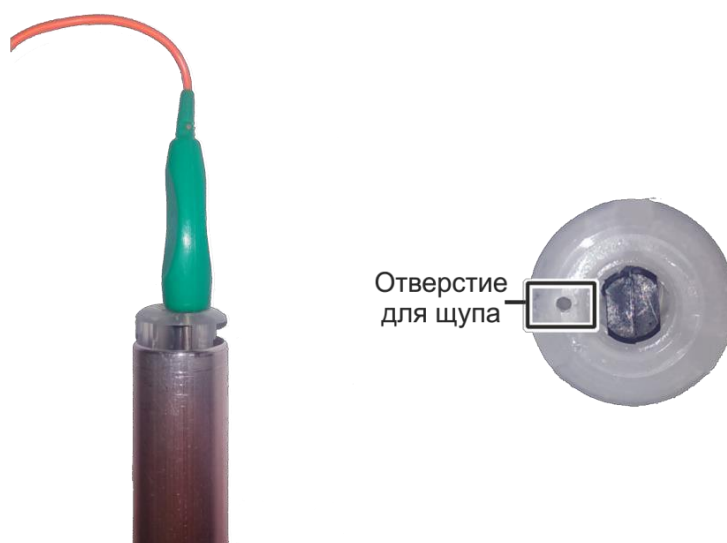

Рис. 2.2 – Подключение щупа к центральному электроду
**Подключение щупа к центральному электроду** используется в процессе калибровки частотных и аналоговых датчиков ДУТ.Ч и ДУТ.А. Подключение производится через нижнюю втулку-изолятор (см.рис. 2.2).